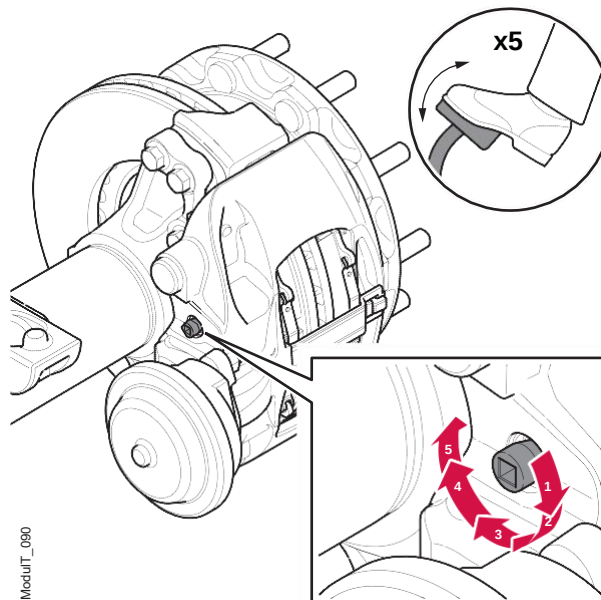

Figura 9. Acionamento DO freio
5. Acione os freios 5 vezes pressionando e soltando o pedal do freio do veículo durante todo o curso. Consulte a figura 9. Se nenhuma câmara de freio estiver instalada, ative a alavanca da câmara de freio manualmente com uma ferramenta adequada.